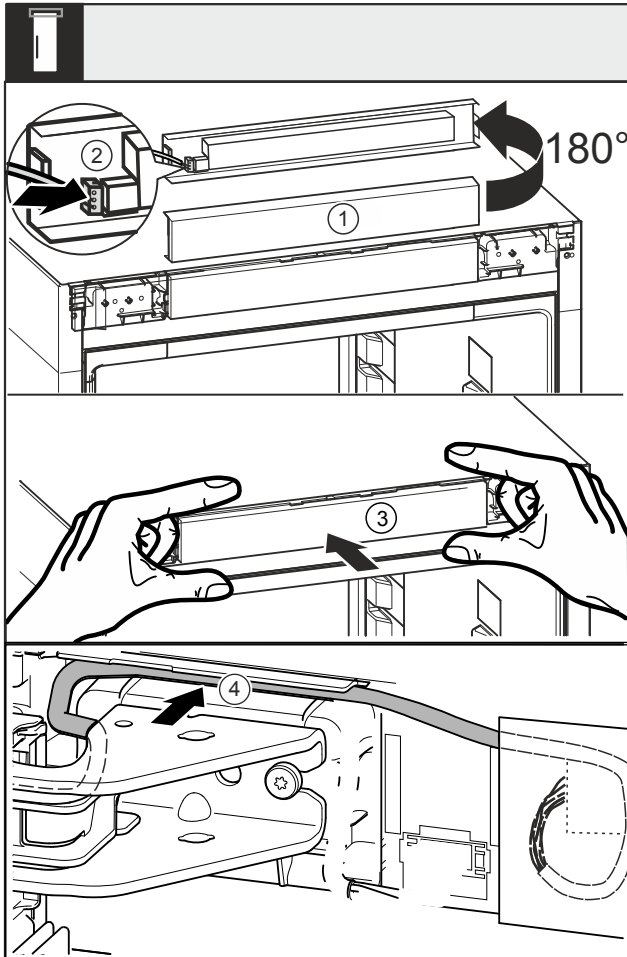

Fig. 33
- Blende Fig. 33 (1) um 180° nach oben drehen.
- Stecker Fig. 33 (2) an der Bedienteilblende einrasten.
- Blende Fig. 33 (3) wieder am Gerät einrasten.
- Kabel vorsichtig in der Führung Fig. 33 (4) über dem oberen Lagerbock verlegen.